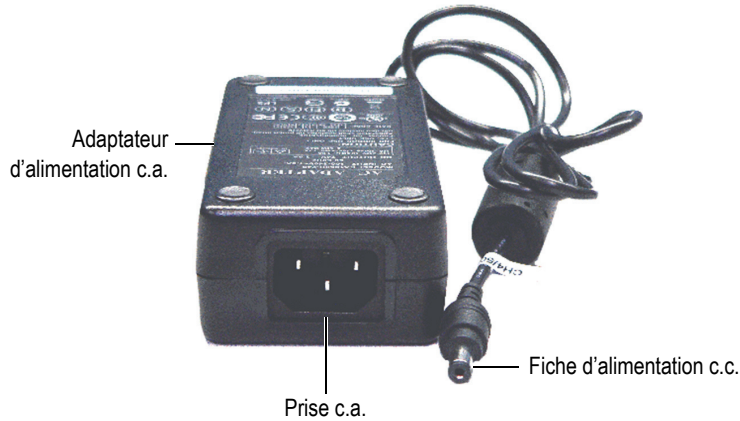

Figure 3-4 Adaptateur d'alimentation c.a.
2. Insérez l'autre extrémité du câble c.a. dans la prise c.a. de l'adaptateur c.a. (voir Figure 3-4 à la page 64).